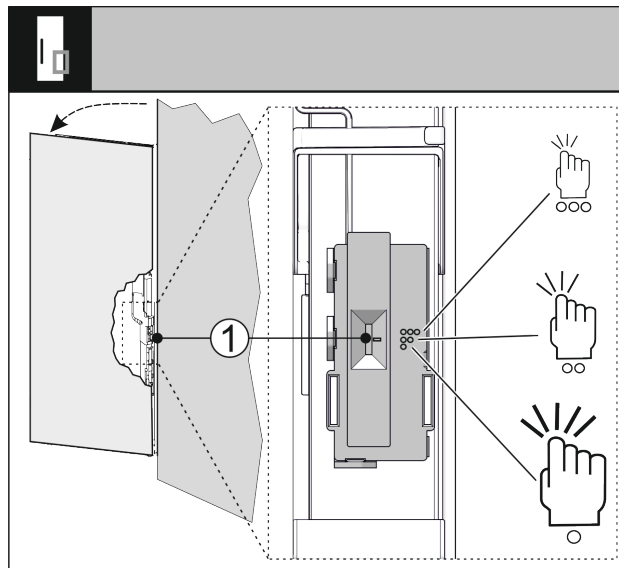

Fig. 100
Vous pouvez régler la sensibilité du capteur de frappe à l'aide d'un interrupteur Fig. 100 (1). L'interrupteur se situe du côté des charnières, dans le tiers inférieur de la porte.
- ▶ Pousser l'interrupteur Fig. 100 (1) dans la position souhaitée.